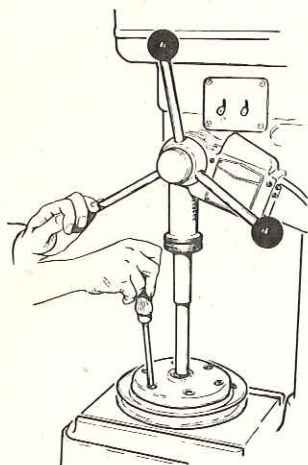

fig. 18
- Comprimer l'ensemble (voir figure 18 et 19).